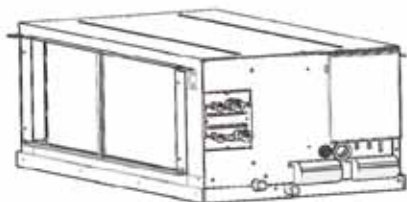

Рис. 10.1
1. Выверните винты по периметру основания кондиционера, чтобы можно было снять это основание. (Рис. 10.1 и 10.2).